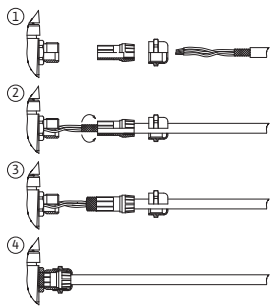

Fig. 25: Supporto schermato
La schermatura viene collegata al modulo elettronico con il passacavo. Vedi Fig. 25.
Occorre schermare i cavi degli ingressi digitali, degli ingressi analogici e della comunicazione via bus mediante il pressacavo metallico del passacavo (Fig. 19, pos. 4, 5 e 6). Per la schermatura vedi Fig. 25.
1. Aprire con cautela i ganci a scatto (Fig. 25) servendosi di un utensile (ad es. cacciavite).